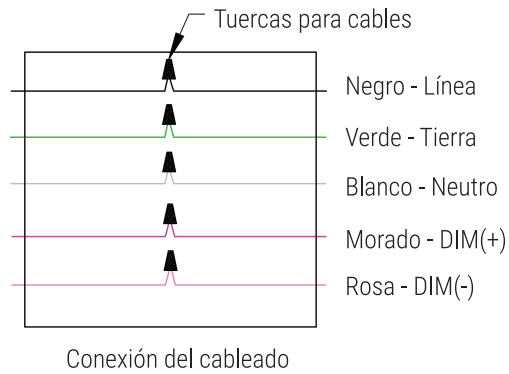

Fig. 5
7. Realice las conexiones finales de los cables de alimentación. Si no se utiliza la atenuación, tape los cables de atenuación con tuercas para cables. (Fig.5)